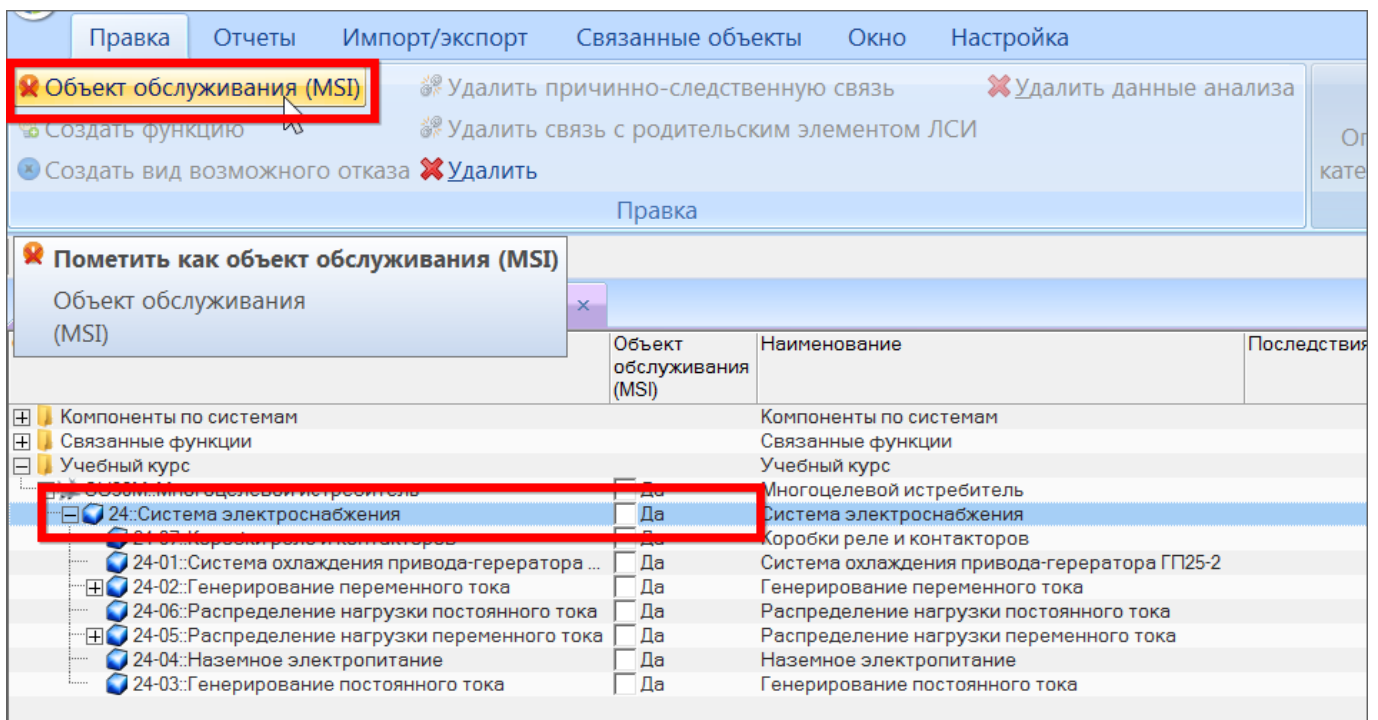

Рис. 11-5 – Установка флага «Объект обслуживания (MSI)» для элемента ЛСИ с использованием соответствующей кнопки панели «Правка»
- 3) Выбрать объект, ФС (рис. 11-5) или компонент, и установить для него признак «Объект обслуживания (MSI)». Для этого можно использовать кнопку «Объект обслуживания (MSI)» панели «Правка» или установить флаг «Объект обслуживания (MSI)» вручную.
- 2) Выбрать ФО (1 на рис. 11-5) и нажать кнопку «Анализ причин отказа» панели «Анализ» (2).